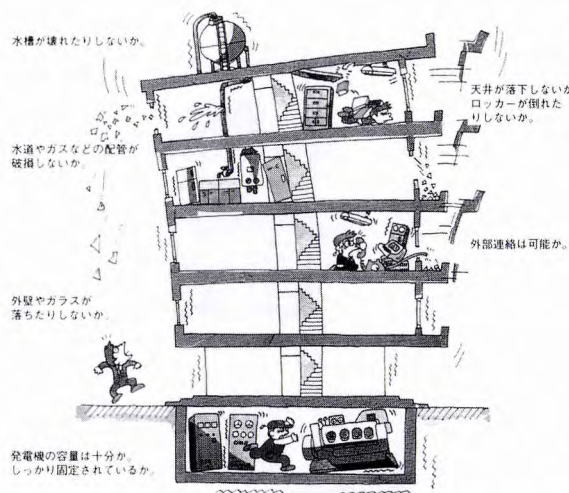

図 5 建築非構造部材、建築設備の耐震設計のポイント
- 建築非構造部材、建築設備の耐震設計の耐震設計では以下の 5 つが重要なポイントとなります（図 5）。